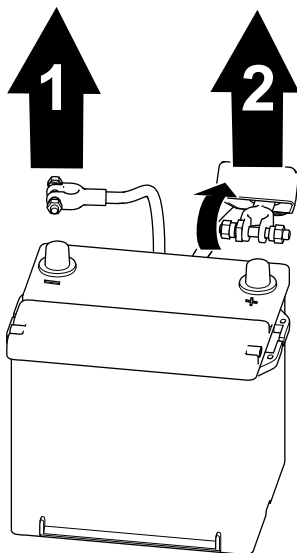

Figure 62
1. Débranchez le câble négatif de la borne de la batterie (Figure 62).
2. Soulevez le capuchon isolant et débranchez le câble positif de la borne de la batterie (Figure 62).